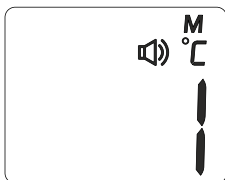

Рисунок 6.
1. Доступ к режиму «память» можно получить как в режиме «лоб» так и в режиме «объект»: После включения термометра и отображения Рисунка 2/5 или завершения измерения нажмите *Кнопку памяти*. Буква М появится в центре правого угла дисплея. (См. рис. 6)